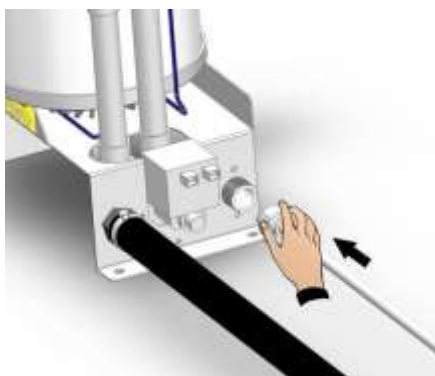

Fig. 21
4. Raccorder la conduite d'alimentation en eau au raccord 3/4 GAZ de l'électrovanne (figures 21 et 22).